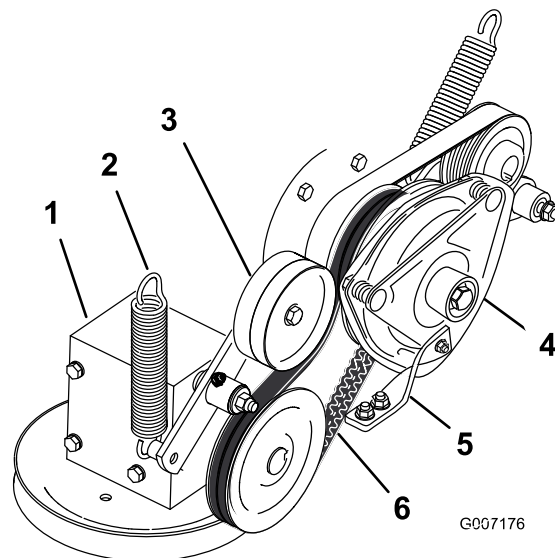

Figura 70
4. Retire el muelle del brazo de la polea tensora (Figura 70).
7. Instale la correa de transmisión de la PTO alrededor de la polea del embrague y la polea de la caja de engranajes (Figura 70).
9. Instale el muelle en el brazo tensor (Figura 70).